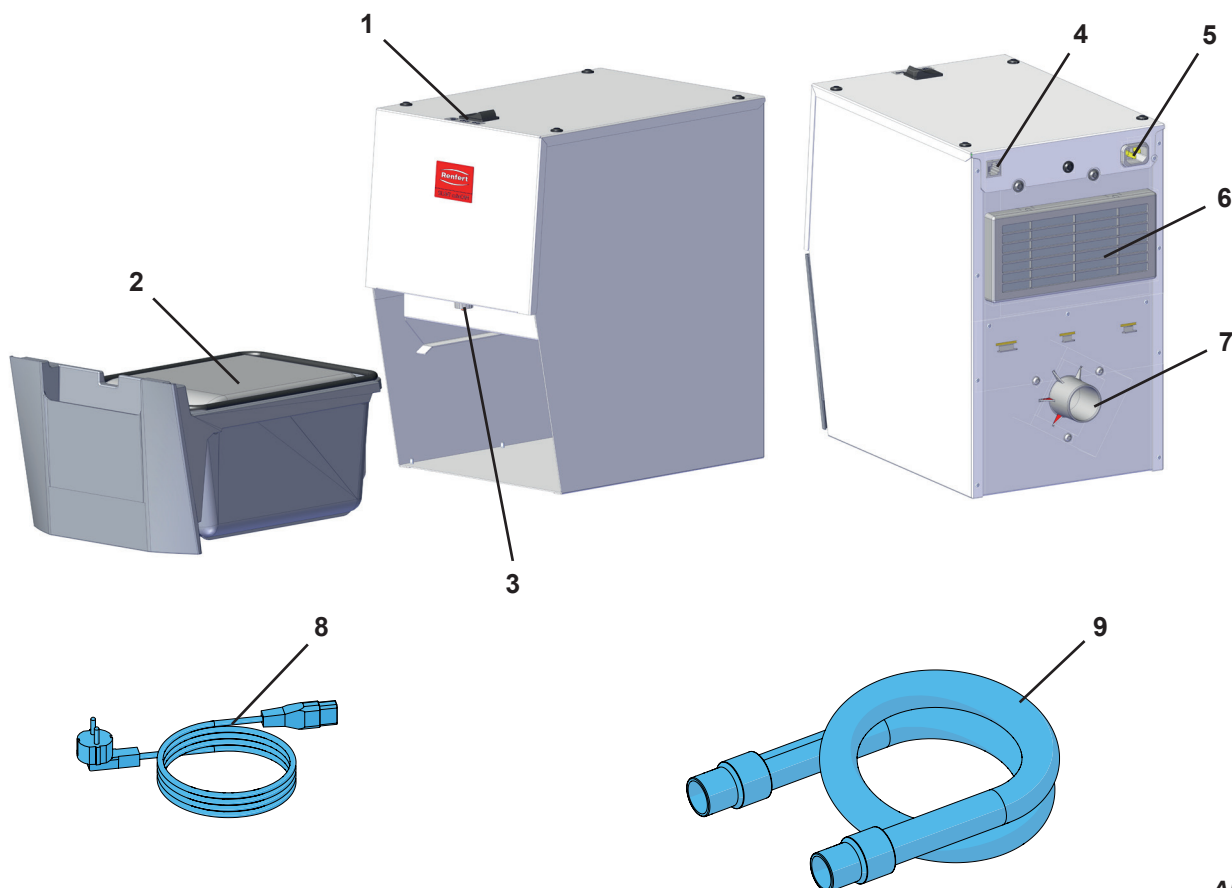

Abb. 1
- der Abluftaustritt (6, Abb. 1) nicht behindert wird.
- Öffnung in Schrankrückwand, min. 250 x 120 mm, direkt gegenüber dem Abluftaustritt (6, Abb. 1).
- ⇒ Betriebswahlschalter (1) in Mittelstellung „OFF“ bringen.
- ⇒ Netzkabel (8, Abb. 1) in den Netzanschluss (5, Abb. 1) einstecken.
- ⇒ Saugschlauch (9, Abb. 1) auf den Saugstutzen (7) stecken.